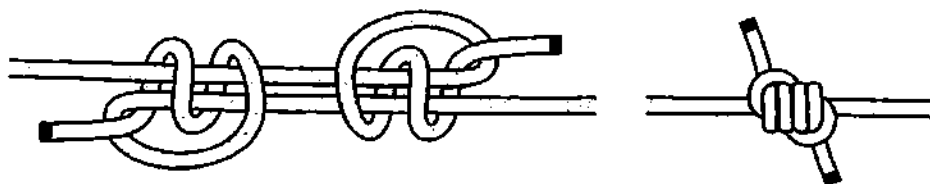

Рис. 789. *Двойной рыбацкий узел 2-й формы.*
*Двойной рыбацкий узел* вяжется из двух *кроссовых узлов* (*двойных простых узлов*), поэтому он может иметь две формы. У альпинистов 2-я форма *двойного рыбацкого узла* не применяется, такой узел обычно вяжут рыбаки, так как тонкую леску тяжело продеть сквозь два шлага — проще в крайнюю петлю (рис. 789).